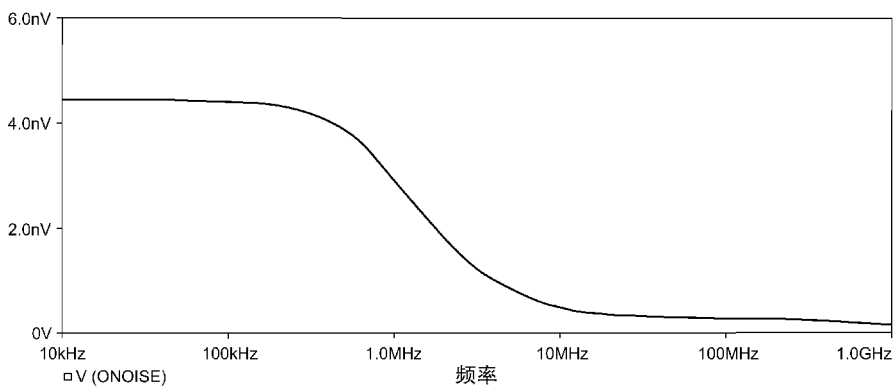

图 14.10 电路的输出噪声波形
12. 删除输入噪声曲线 I(NOISE)，然后如图 14.10 所示，添加输出噪声曲线 V(ONoise)，单位为  $V/\sqrt{\text{Hz}}$ 。